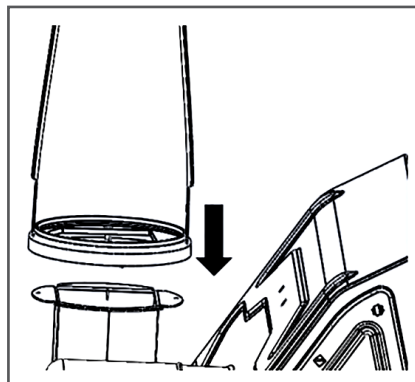

Рис. 4 Направление установки желоба
- a. Установите желоб 1 выброса снега на корпус основания желоба (Рис. 4).